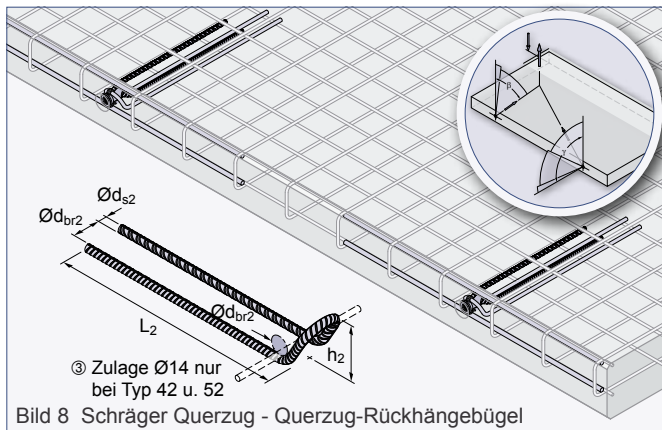

Bild 8 Schräger Querzug - Querzug-Rückhängebügel
Die Beanspruchung der Querlochhülse mit Querzug  $\gamma \geq 15^\circ$  erfordert den Einbau einer Zusatzbewehrung nach Tabelle 5). Dieser Querzug-Rückhängebügel wird stirnseitig im Bauteil entgegen der Zugkrafttrichtung angeordnet (siehe Bild 8) und hat im Scheitelpunkt der Biegung Druckkontakt mit der Querlochhülse. Querzugbelastungen an der Querlochhülse sind nur bei Wanddicken  $d$  gemäß Tabelle 2 möglich. Das Aufrichten von Platten kann zu gleichzeitigem Schräg- und Querzug, dem so genannten schrägen Querzug, an den Transportankern führen (Bild 8). Der Querzug-Rückhängebügel deckt sowohl diese Lastrichtung als auch die Lastrichtung Schrägzug ab. Das Umlegen oder Aufstellen des Bauteils während der Montage, bedarf der Beachtung der Lage der Querzugbewehrung. Bei der Belastungsrichtung Querzug muss die in Tabelle 3 angegebene Mattenbewehrung als Mattenkappe ausgeführt werden. Zusätzlich zu der oben genannten Mattenkappe müssen Längsseisen entsprechend Tabelle 5 eingebaut werden.
② Eine Mindestbauteildicke von 80 mm ist erforderlich
③ Zulage  $\text{Ø}14$ ,  $l = 60$  cm (siehe Bild 8)